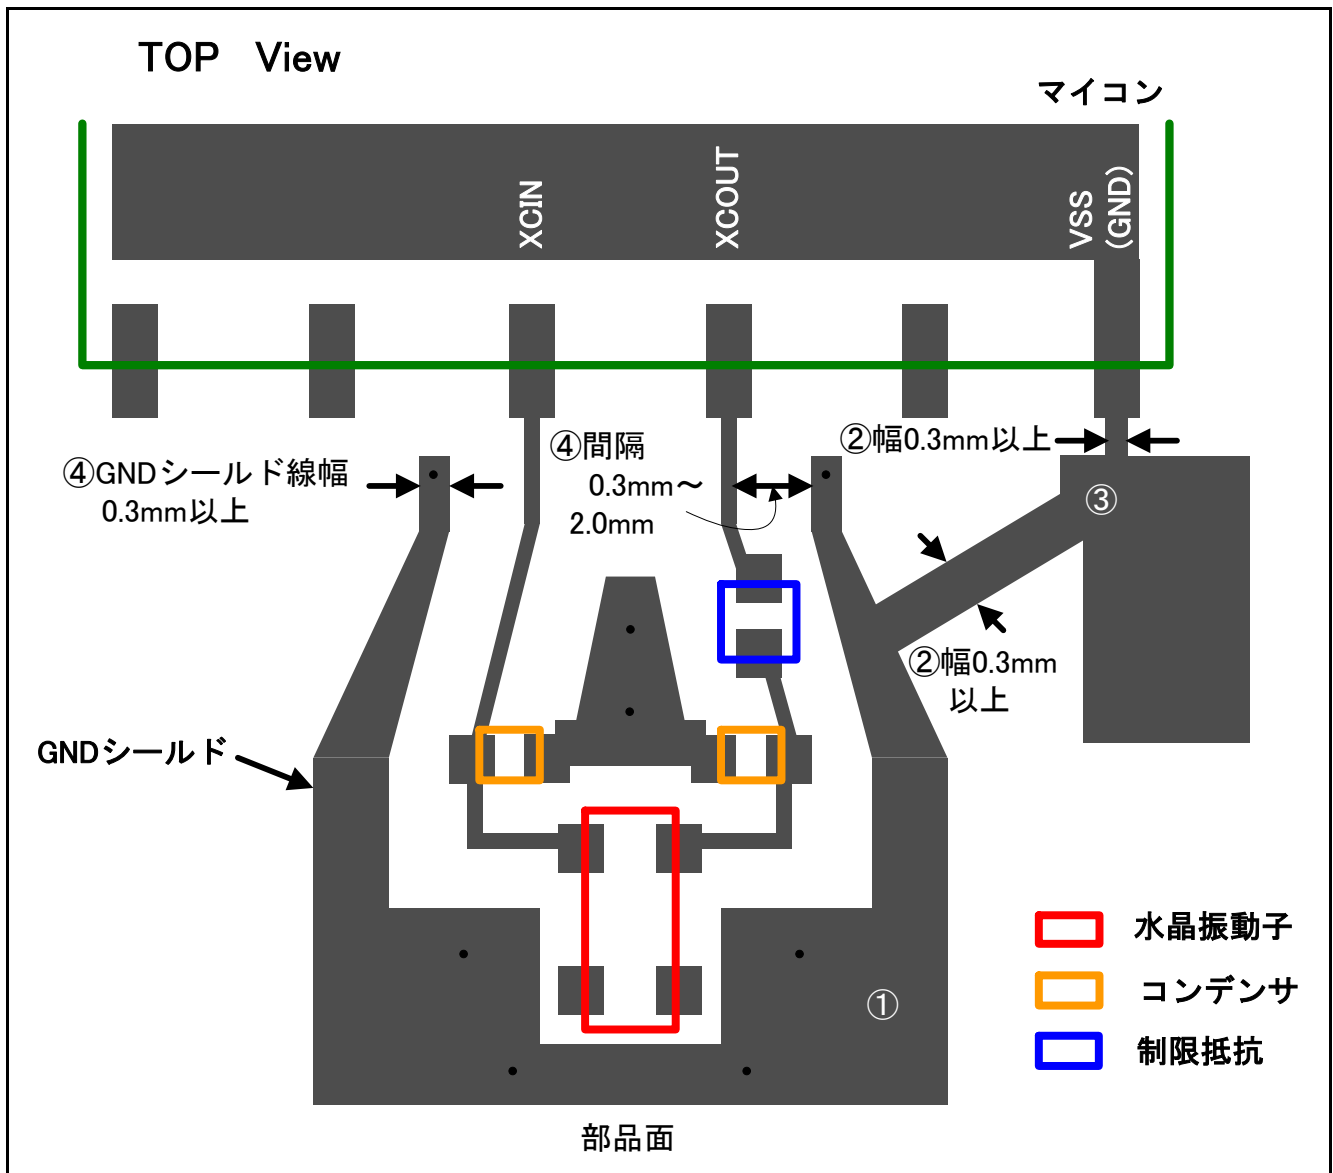

図 1.3 GND シールドに関するパターン例
水晶振動子の周りを GND パターンでシールドしてください。①～④に GND シールドの要点を示します。また、図 1.3 にパターン例を示します。
- ① GND シールドは水晶振動子の配線と同一層に配置してください。
- ② GND シールドは、マイコンの VSS 端子から最短距離で配線し、配線の幅は 0.3mm 以上を確保してください。
- ③ GND シールドと基板の GND との接続は、マイコンの VSS 端子のすぐ側で分岐させてください(GND シールドに電流を流さないため)。
- ④ GND シールド線幅は 0.3mm 以上で、配線とのスペースは 0.3~2.0mm にしてください。